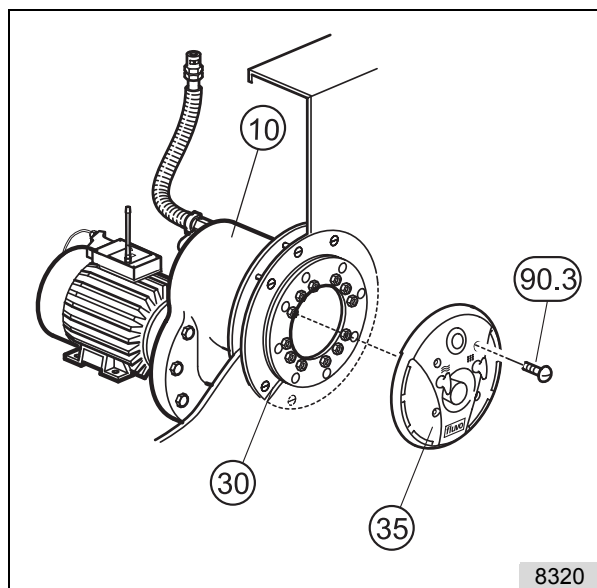

fig. 23
In casi particolari la camera d'aria (65) con la valvola dell'aria (28) può essere montata anche nella canaletta. (vedere fig. 23, dettaglio X).